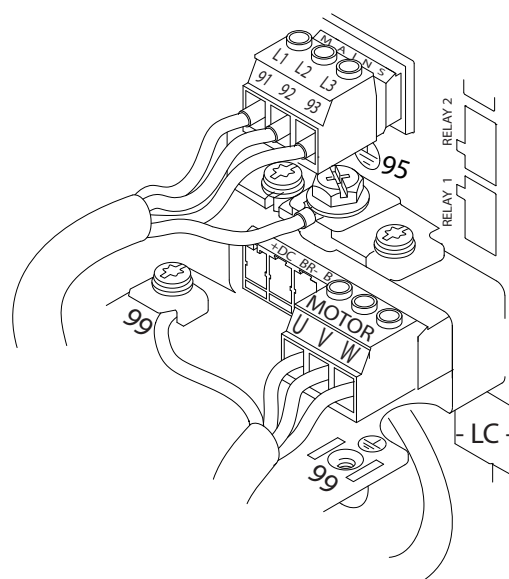

Рисунок 4.6 Пример подключения кабелей двигателя, силовых кабелей и заземления
На *Рисунок 4.6* показано подключение сетевого питания, двигателя и заземления для базовых преобразователей частоты. Фактические конфигурации отличаются для разных типов устройств и дополнительного оборудования.
1. Подключите проводку трехфазной сети переменного тока к клеммам L1, L2, и L3 (см. *Рисунок 4.6*).